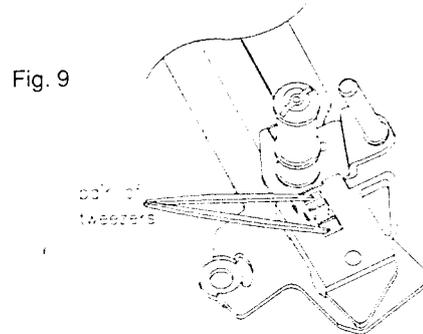
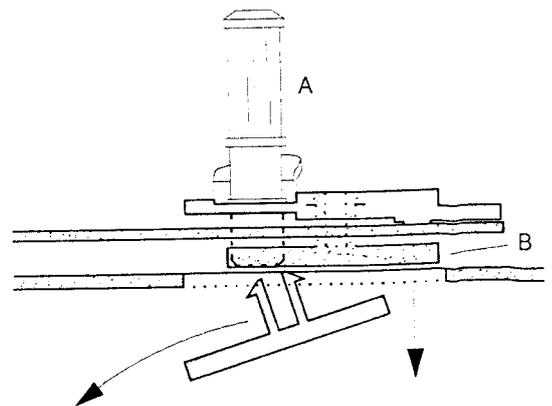

Fig. 9
Fig. 10
- Mit einer Pinzette die beiden Schnapphaken zusammendrücken und die Umlenkrolle von der Platte (siehe Fig. 9) abnehmen.
- Mit einer Pinzette die beiden Schnapphaken zusammendrücken (Fig.9) und die Umlenkrolle A von der Platte B abnehmen(Fig.10).
- Einfädelarm links aus der Platte aushängen und diese durch die Ausnehmung im Chassis nach unten hin aus dem Laufwerk entfernen (Fig.10).